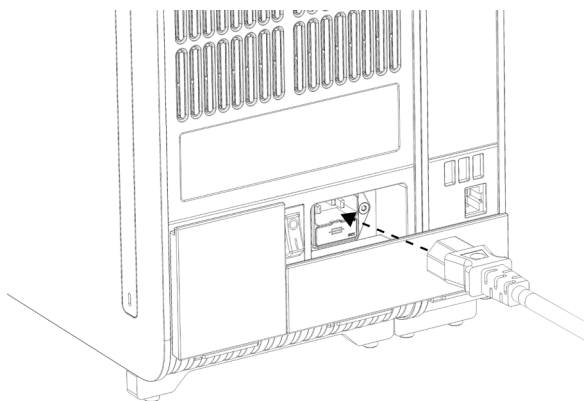

图 20. 连接电源线。
8. 将 QIAstat-Dx Analyzer 1.0 随附的电源线连接到原来的分析模块的背面（图 20）。